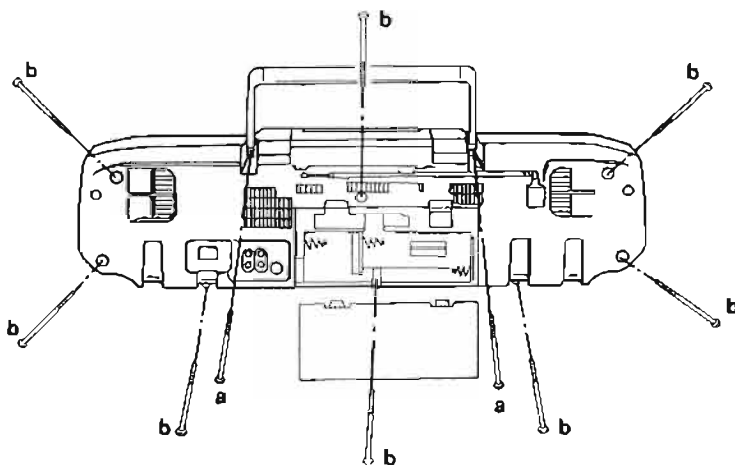

Abb. 1 Fig. 1
1. Gehäusevorderteil abnehmen (Abb. 1, 2)
1. Removal of the Front Cabinet (Figs. 1, 2)